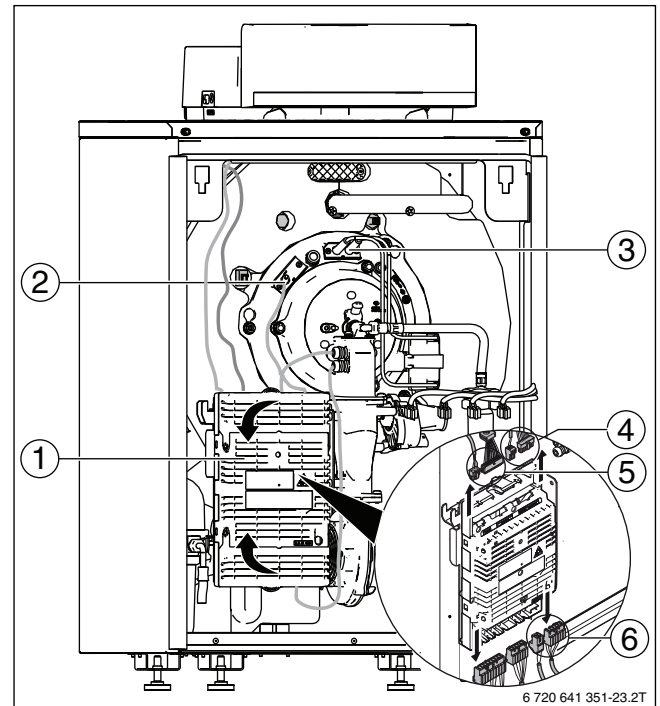

Bild 71 Steckverbindungen lösen
- Obere Klappe am Feuerungsautomaten (→ Bild 71, [1], Seite 43) öffnen.
- Steckverbindungen (→ Bild 71, [4], Seite 43) lösen.
- Stecker der Überwachungs- und Zündelektroden (→ Bild 71, [2], [3], Seite 43) lösen.